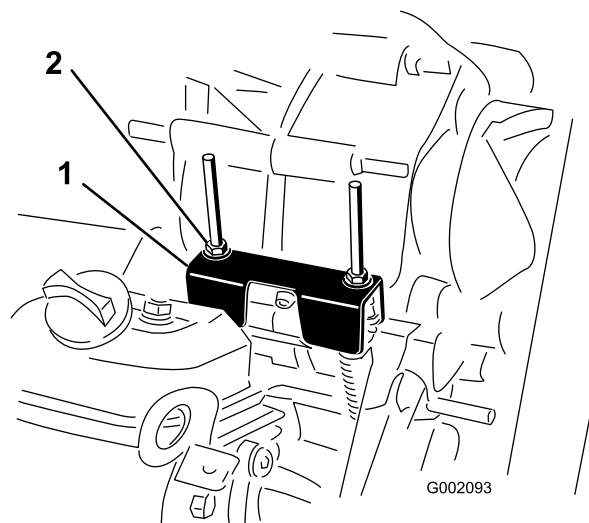

図 58
定期整備を行う時やエンジンの故障診断を行う時には、トランスアクスルをニュートラルにシフトしておく必要があります 図 58。トランスアクスルをニュートラル位置にするにはシフト・レバーを操作します。以下の操作を行って、ニュートラル・シフト・レバーが正常に機能することを確認してください
2. ニュートラルブラケットがニュートラル位置シフトブラケットの下にあるケーブル取り付けブラケットと面一になっていることを確認する 図 58。
3. ロックナットのひとつ 図 58を回して、ナットワッシャの底面とニュートラルブラケットとの間のすきまが 0.761.52mm になるように調整する。